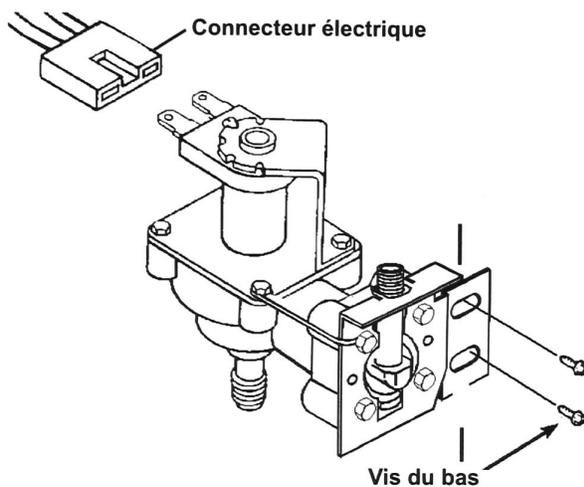

Figure 5
9. Brancher le connecteur électrique sur la valve neuve. Fixer la valve sur la carrosserie à l'aide de la vis livrée avec le nécessaire. Sur certains anciens modèles, il faudra percer un trou pour la vis du bas pour bien monter la valve. Un trou de 1/8 de pouce doit être percé dans la barre de la carrosserie pour poser la deuxième vis. Voir la Figure 5.